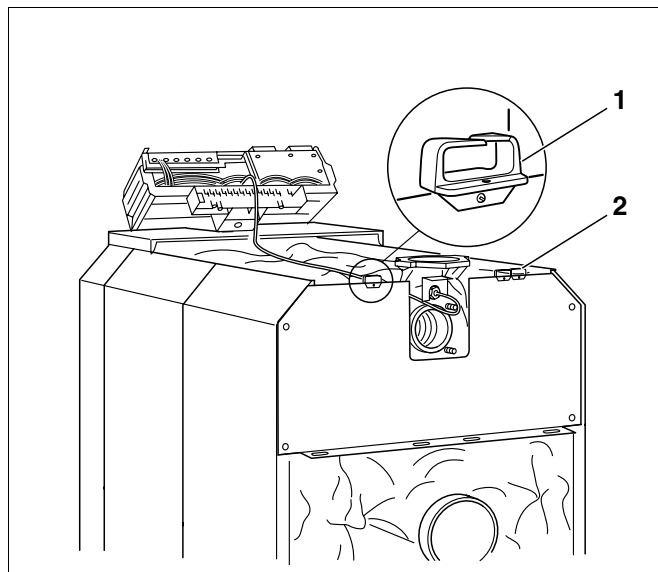

Рис. 63 Электрическое подключение
- Закрепить винтами держатель кабеля (рис. 63, **поз. 1 и 2**) слева или справа на задней стенке котла.